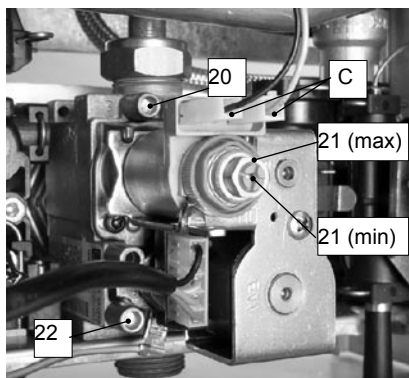

Fig. 7.1
- A caldaia spenta (fuori servizio), controllare la pressione di alimentazione utilizzando la presa 31 in Fig. 7.1 e confrontare il valore letto con quelli riportati nella tabella Pressioni di alimentazione gas nella sezione "Dati tecnici" pag. 22.
- **Richiudere bene la presa di pressione 31 in Fig. 7.1 .**
- Aprire la presa di pressione 20 in Fig. 7.1 e collegare un manometro.
- Prelevare un'abbondante quantità d'acqua calda sanitaria. Confrontare il valore di pressione misurato con quello indicato nelle tabelle (Fig. 7.4 per il modello 24 kW, Fig. 7.5 per il modello 28 kW). Per tarare la pressione al bruciatore agire sul dado esagonale grande in ottone dell'operatore modulante 21 max in Fig. 7.1 (ruotando in senso orario la pressione aumenta).
in Fig. 7.1) tenendo fermo il dado esagonale in ottone grande (21 max in Fig. 7.1) dell'operatore modulante (ruotando in senso orario la pressione aumenta).
- Collegare il filo di alimentazione "C" dell'operatore modulante Fig. 7.1